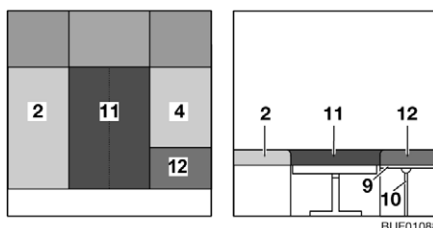

Bild 109 Efter ombyggnaden
- Lägg den extra dynan (Bild 109,11) mellan sittdynorna (Bild 109,2 och 4).
- Placera den extra dynan (Bild 109,12) på sänglådornas förlängning (Bild 109,9).